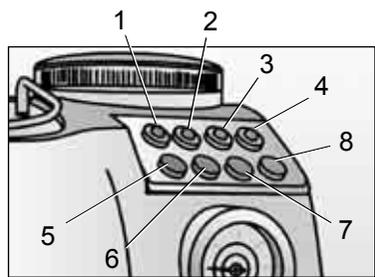
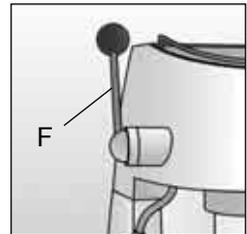

Fig. 2
Fig. 3
- Premere l'interruttore generale (5) Fig. 2; si accenderà fissa la spia accensione (1) e la spia (2) inizierà a lampeggiare fino al raggiungimento della giusta temperatura dopodiché rimarrà accesa fissa. Abbassare la leva acqua/vapore (Fig. 3 - F), e contemporaneamente premere l'interruttore di erogazione caffè (6) facendo uscire l'eventuale aria o acqua contenuta nel circuito. Riempire almeno una tazza con quest'acqua.
- 2) Dispositivo "Dispenser /Dosatore" (N) Fig. 9. Per riempire il Dispenser di caffè macinato, premere l'interruttore (8) Fig. 2 fino al riempimento; azionare la levetta del Dosatore una o due volte quante sono le tazzine di caffè desiderate tenendo il portafiltro inserito nella forcella. Per il disinserimento, tirare verso di Voi i dispositivi (M) o (N).
Controllare il livello dell'acqua nel serbatoio (H). Verificare che il serbatoio sia inserito correttamente nella sua sede. Dosare il caffè nel portafiltro Fig. 8 con il dispositivo di erogazione che avete scelto e pressatelo leggermente con il pressino Fig. 10. Serrare bene il portafiltro assicurandosi di averlo ben agganciato alla flangia Fig. 14. Se viene inserita una quantità eccessiva di polvere di caffè all'interno del filtro, la rotazione del portafiltro può risultare difficoltosa e/o durante l'erogazione del caffè si possono avere perdite dal portafiltro. La macchina sarà pronta all'uso, quando la spia (2) Fig. 2 da lampeggiante diventa fissa. Premere quindi l'interruttore erogazione caffè (6). Per cessare l'erogazione ripremere l'interruttore (6). La dose massima per un caffè è di 50 ml.
**N.B. Come per le macchine da caffè professionali non togliere il portafiltro quando l'interruttore erogazione (6) è inserito.** Dopo aver fatto il caffè, allentate gradualmente il portafiltro ruotandolo in senso orario.